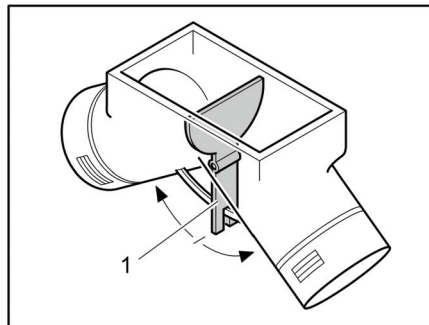

Bild 106 Umluftgebläse, Einstellklappe in Mittelstellung
In Mittelstellung verteilt sich die Warmluft gleichmäßig auf die beiden Warmluftausgänge. Der Bedienelement (Bild 106,1) für die Einstellklappe ist unter der Bodenklappe im Kleiderschrank eingebaut.
- Bedienelement (Bild 106,1) in Pfeilrichtung schieben, bis gewünschte Position erreicht ist.